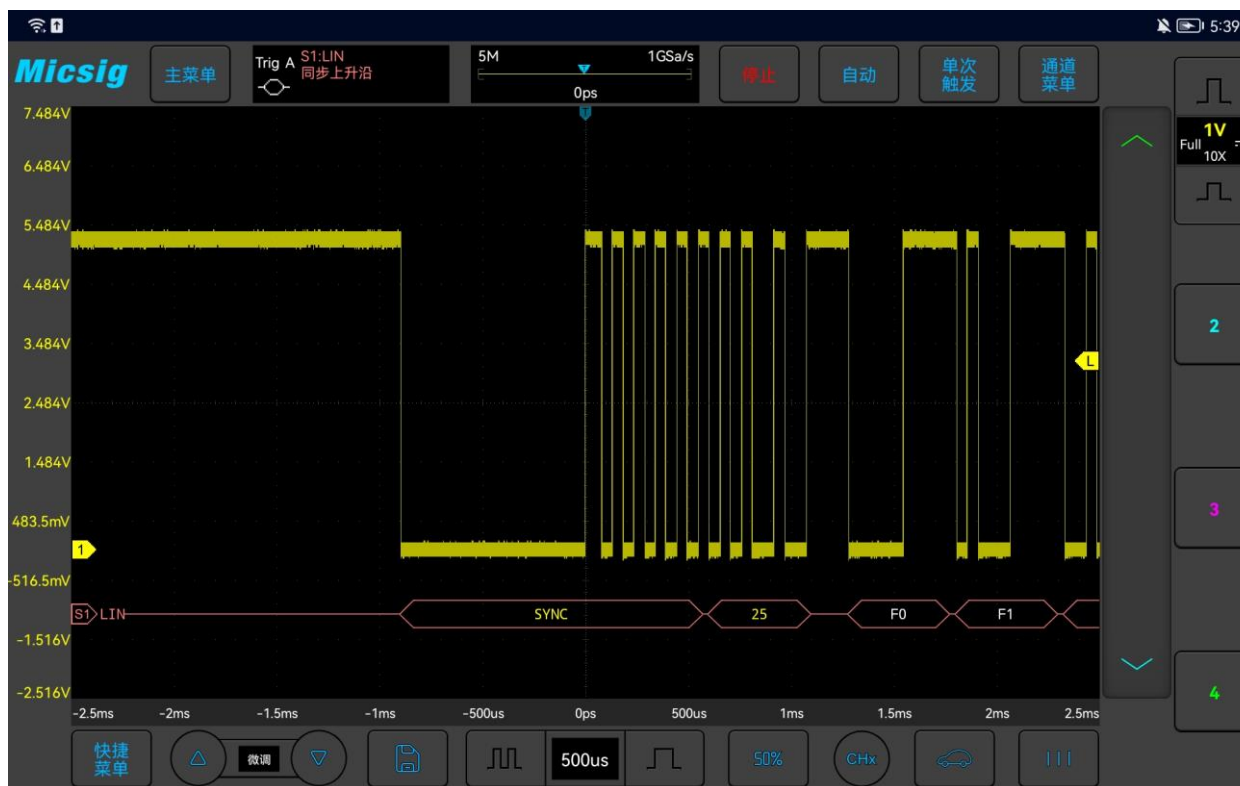

图12-4 LIN 图形界面
- (1) 轻点 S1 打开解码通道，再次点击打开总线配置菜单；
- (2) 选择总线类型为“ LIN”，依次点选“ Ch1”“空闲高”“19.2kb/s”，然后关闭菜单；
(3) 打开触发方式配置菜单，点选“同步上升沿”；
(4) 点按  配置信息，打开解码通道阈值电平调节框，上下拖动调节框可以调节阈值电平；根据信号的幅值电平调节阈值电平使信号稳定触发。LIN 触发图形界面见图 12-4：